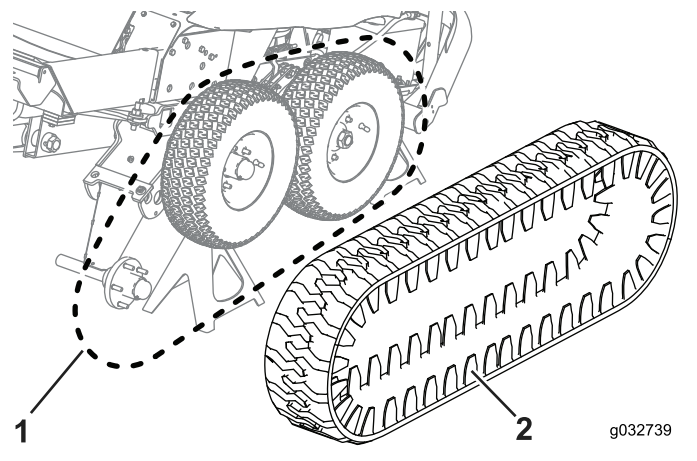

図 90
7. センターホイールと後ホイールにクローラを回し掛ける 図 90。